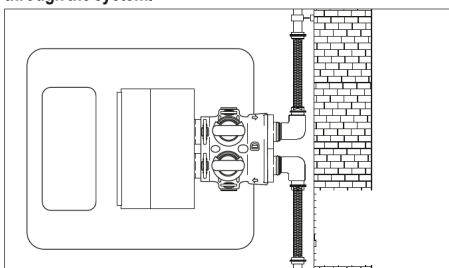

Abb. 9.4 – Anschluss an die Installation
8. Schließen Sie die komplette Anlage an die Wasserinstallation an (Abb. 9.4). **Hinweis: Wählen Sie je nach Art der Installation die passenden Anschlüsse und die passende Montageart. Achten Sie bei der Installation auf die Fließrichtung des Wassers durch die Anlage.**